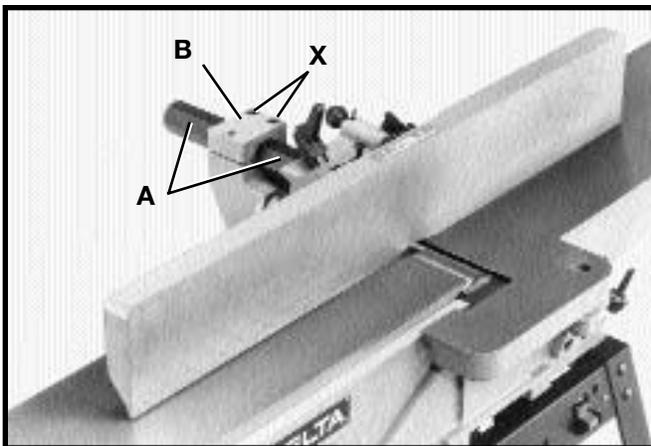

Fig. 20
1. Inserte la barra hexagonal (A) Fig. 20 del ensamblado de la guía al soporte (B) de la machimbradora, conforme a lo ilustrado.
**AVISO:** Si la guía no se desliza hacia adentro y afuera con facilidad, afloje los dos tornillos (X) Fig. 20 y ajuste el soporte (B). Luego apriete los dos tornillos (X).